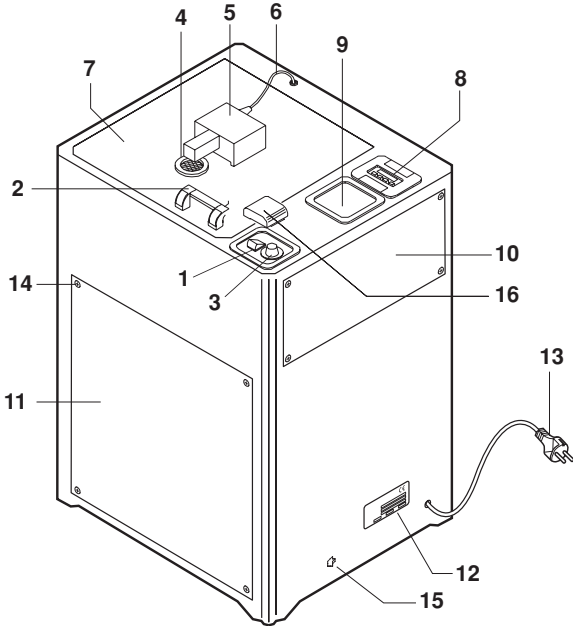

Fig.1
2. Verificare che l'interruttore magnetotermico di sicurezza sia in posizione I (ON):
- rimuovere il pannello di protezione destro (10, fig. 1).
Take off the plug from the socket, if it's in. Remove the front panel (11, fig. 1), then pour approx. seven litres of distilled water into the tank. Replace the front panel, and then put the plug in the socket again.
3. Open the machine lid (7, fig. 1)